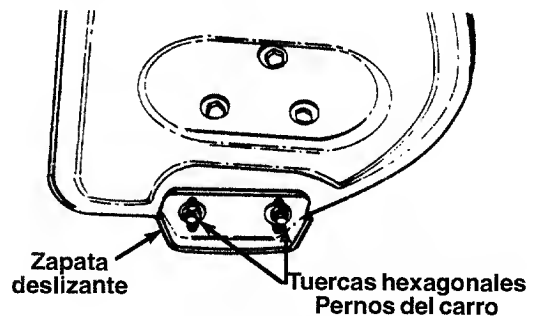

FIGURA 12
- Ajuste las zapatas deslizantes aflojando las cuatro tuercas hexagonales y los pernos del carro y moviendo las zapatas deslizantes a la posición deseada. Asegúrese que toda la superficie inferior de la zapata deslizante esté apoyada sobre el suelo para evitar un desgaste irregular de las zapatas deslizantes. Vea la figura 12.